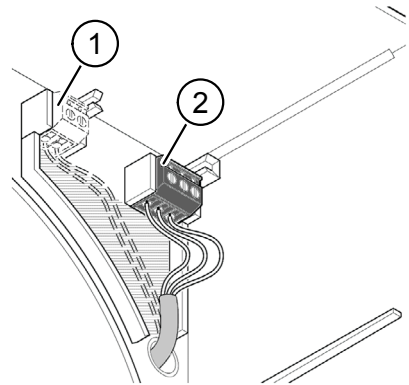

Abb. 7: Netz- und ggf. Steuerkabel überprüfen
- ▶ Überprüfen Sie die 3-polige Anschlussklemmenbelegung (Pos. 1 in Abb. 7) des Netzkabels gemäß den Schaltbildern für die Lüftermotoren VARIO, siehe Abschnitt 9 auf Seite 18.
- ▶ Überprüfen Sie bei Gerätetypen mit Steuereingang die 2-polige Anschlussklemmenbelegung (Pos. 2 in Abb. 7) des Steuerkabels gemäß den Schaltbildern für die Lüftermotoren VARIO, siehe Abschnitt 9 auf Seite 18.
- ▶ Überprüfen Sie, dass die Kabel nur im schraffierten Bereich (siehe Abb. 7) verlegt sind. Andernfalls besteht die Gefahr, dass die Kabel beim Einsetzen des Lüftermotors gequetscht werden.